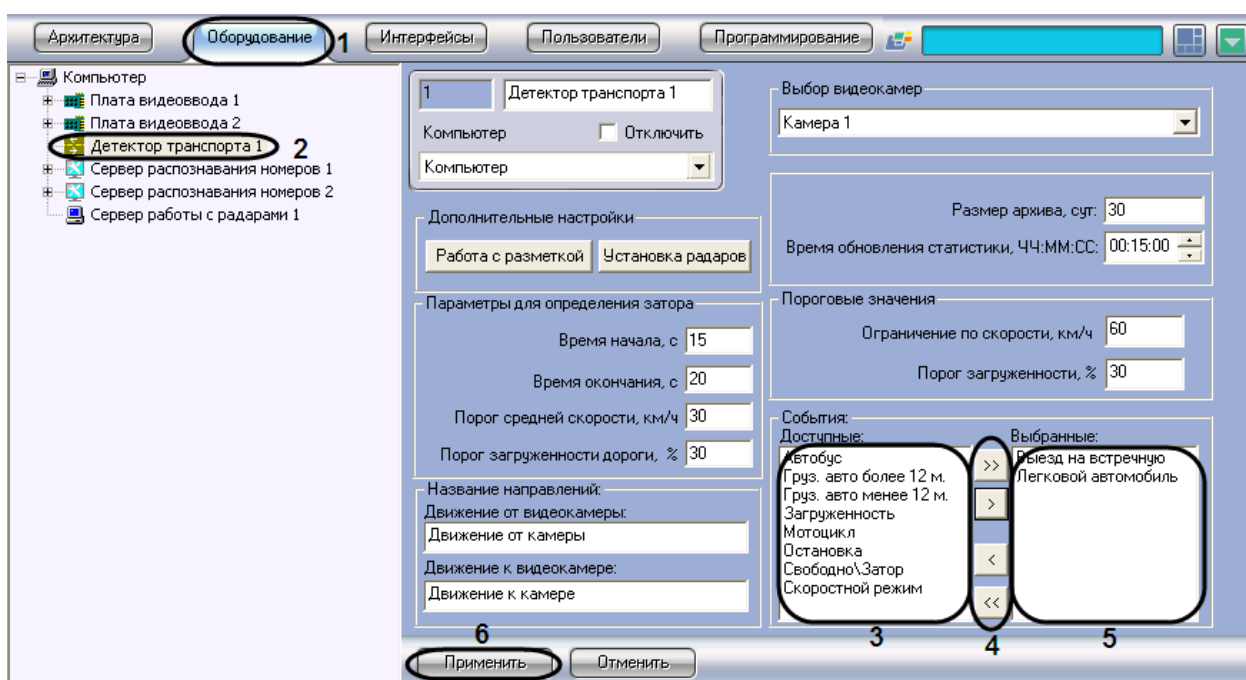

Рис. 7.4—21. Выбор генерируемых событий из списка доступных событий
1. В диалоговом окне «Настройка системы» перейти на вкладку «Оборудование» (см. Рис. 7.4—21, 1).
2. В дереве объектов на вкладке «Оборудование» выбрать объект «Детектор транспорта», соответствующий настраиваемому программному модулю «Детектор транспорта» (см. Рис. 7.4—21, 2). В правой части вкладки «Оборудование» отобразится панель настройки выбранного объекта.
3. Выбрать все события, которые необходимо генерировать системой (см. Рис. 7.4—21, 3).
4. Перенести выбранные события в список генерируемых событий (см. Рис. 7.4—21, 5).
Для переноса выделенного события в список генерируемых событий требуется нажать на кнопку «стрелка вправо», для переноса всех событий в список генерируемых требуется нажать на кнопку «двойная стрелка вправо» (см. Рис. 7.4—21, 4).
Для удаления события из списка генерируемых событий требуется нажать на кнопку «стрелка влево», для удаления всех событий из список генерируемых требуется нажать на кнопку «двойная стрелка влево» (см. Рис. 7.4—21, 5).
5. Нажать кнопку «Применить» (см. Рис. 7.4—21, б).